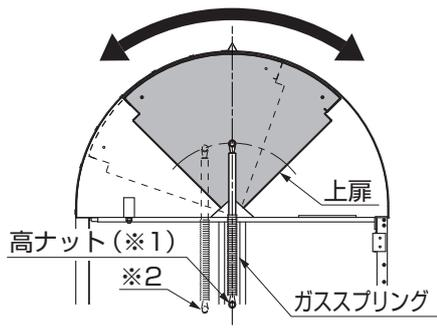

図2-2 取付け時
②取付け時は図2-2の状態になるようにしてください。
- 図2-2は上側にガススプリングを取付けた後の説明をしています。